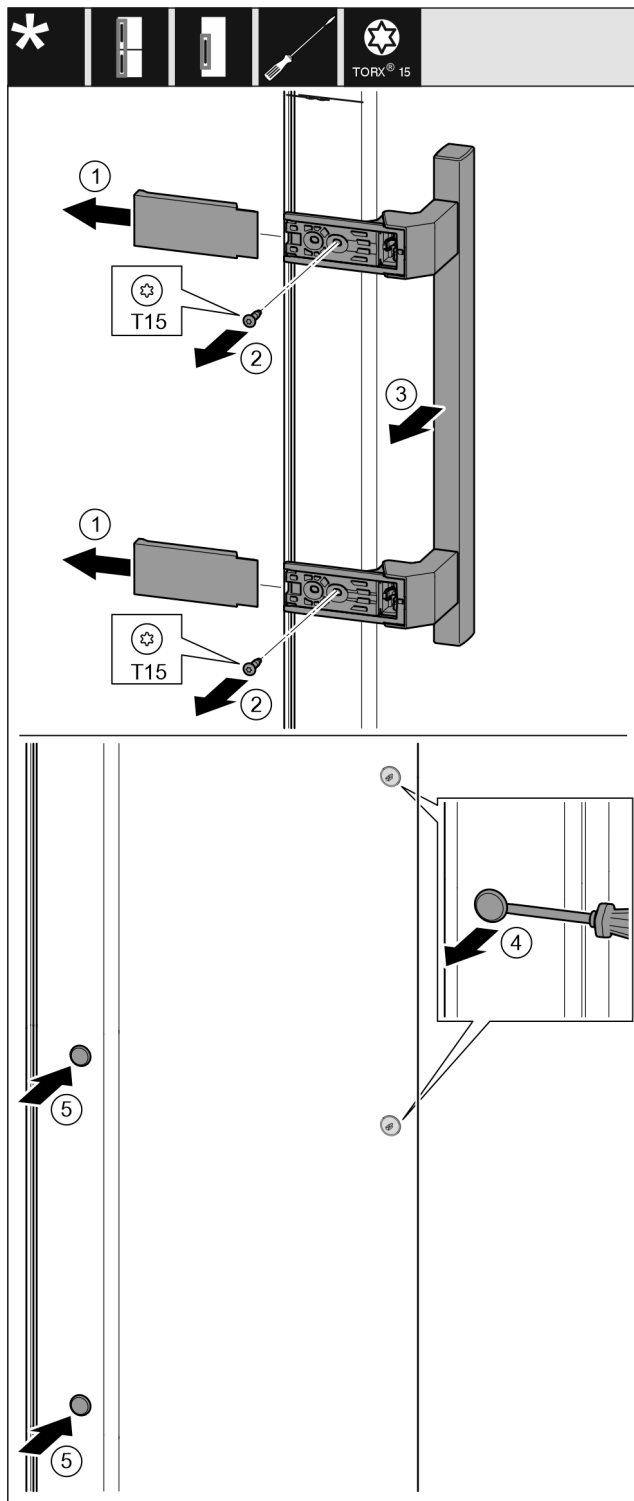

Fig. 13
- ▶ Desprindeți apărătoarea. Fig. 13 (1)
- ▶ Extrageți prin rotire șuruburile cu șurubelnița T15. Fig. 13 (2)
- ▶ Detașați mânerul. Fig. 13 (3)
- ▶ Ridicați cu precauție dopul lateral cu o șurubelniță plată și extrageți-l. Fig. 13 (4)
- ▶ Introduceți dopul pe partea opusă. Fig. 13 (5)